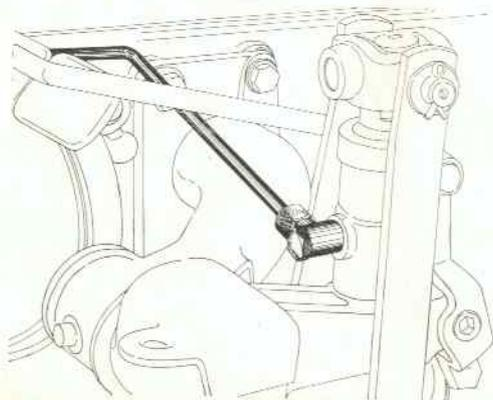

Abb. 12
2. Die mitgelieferte Rohrleitung wird nun an der Schwenkschraubung des Hubzylinders verschraubt (Abb. 12), wobei wie folgt zu verfahren ist: